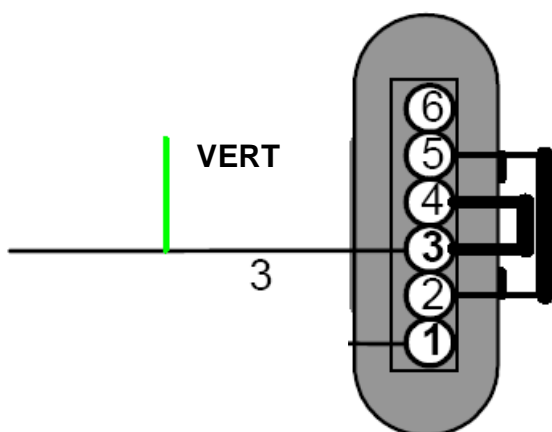

Fig.2
- Soudez le fil **Vert** en position 3 dans le connecteur de la pédale (fig.2).